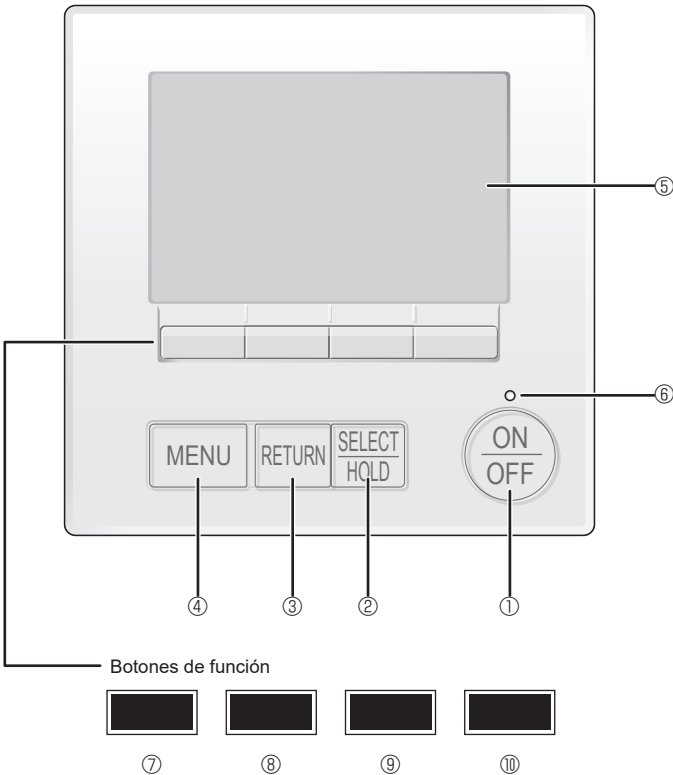

Fig. 7-1
7.2.1. Al usar el mando a distancia con cable (Fig. 7-1)
- ① **Botón [ON/OFF]**